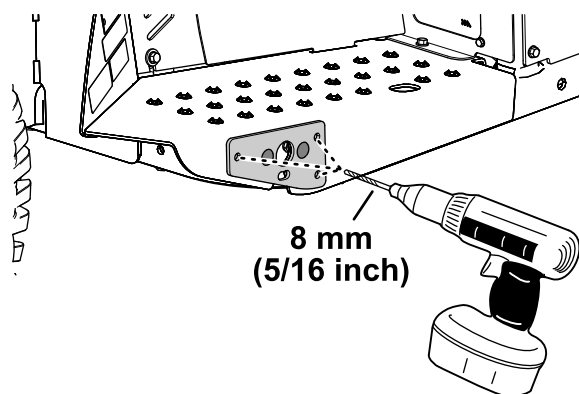

Figura 6
2. Usando el soporte de giro como plantilla, perforo 3 taladros de 8 mm (5/16") en la brida del reposapiés (Figura 6).